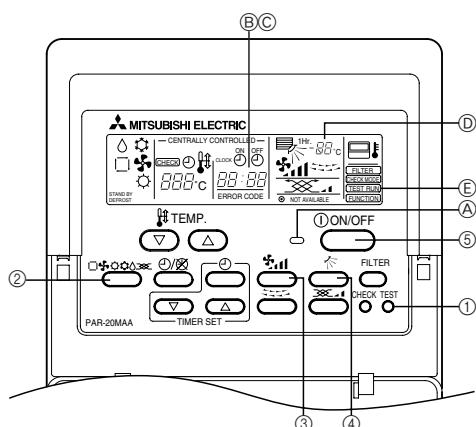

Fig. 6-1
6. Выполнение испытания (Fig. 6-1)
| 6. 运行测试 (Fig. 6-1) | 89 |